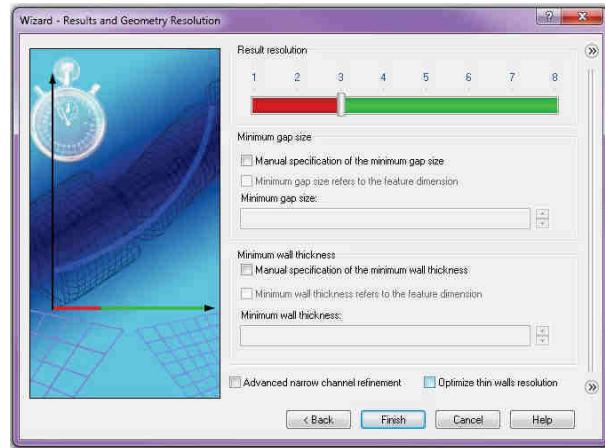

Fig. 15.11
- Fereastra Wizard **Result and Geometry Resolution**, fig. 15.11, solicită specificarea nivelului de rezoluție a rezultatelor. Se va impune valoarea 3.
- In the **Wizard - Result and Geometry Resolution** dialog box, fig. 15.11, specify the result resolution level of 3.